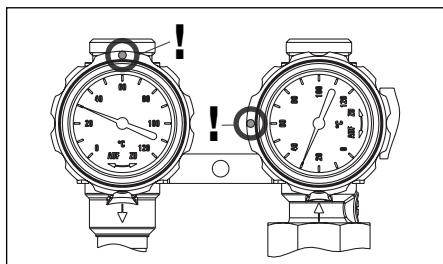

Fig. 6.14 Position des robinets à tournant sphérique pendant le remplissage
2. Positionner les robinets à tournant sphérique de la station solaire comme indiqué sur la fig. 6.14 (position angulaire de la manette du thermomètre sur l'aller: 0°, sur le retour: 90°)